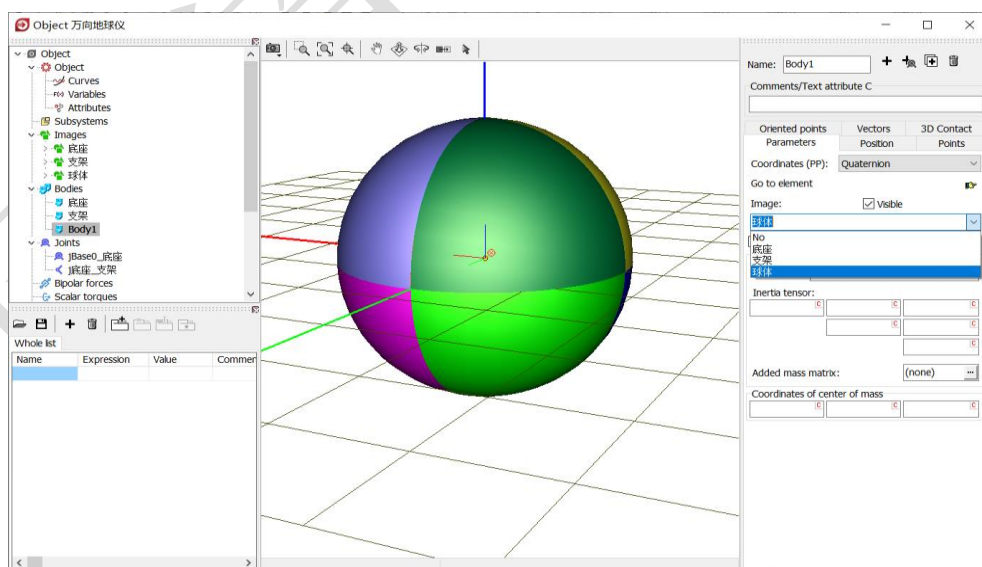

图 2-30
- 4) 这样，我们就创建了第三个刚体，系统自动命名为 **Body1**，在交互界面 **Parameters** 页面 **Image** 处的下拉菜单中选择**球体**，并保持 **Visible** 选项为勾选状态，如图 2-30。